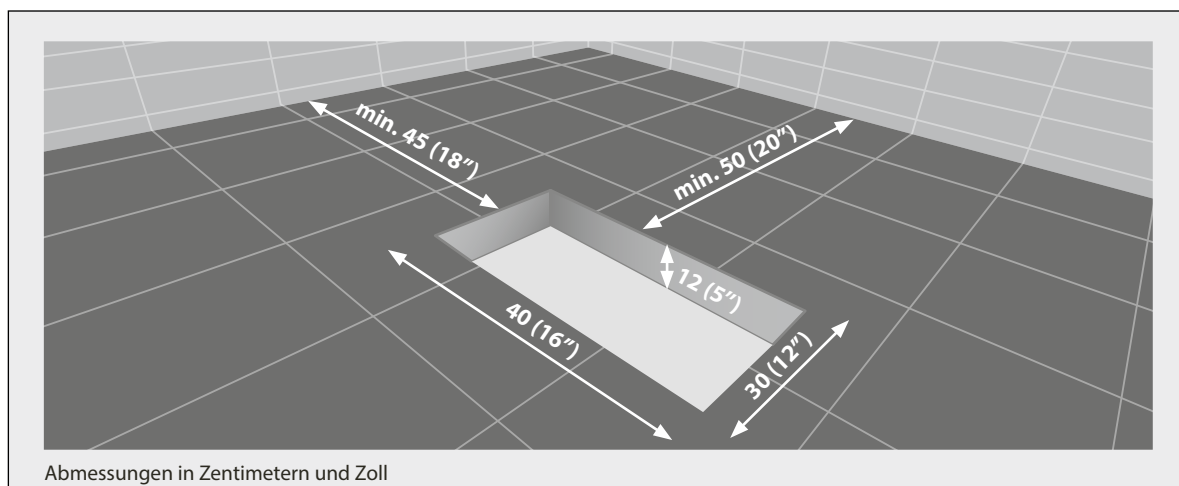

Abb. 2
- **Vorsicht:** Dieses Wannenmodell hat unter der Ablauföffnung einen Freiraum von 95 mm. Je nach Art des zu montierenden Abflusses **überprüfen, ob es notwendig ist**, unter Berücksichtigung des Platzbedarfs der Wanne/der angegebenen Abmessungen einen Schacht entsprechend zu platzieren (siehe Abb. 2).